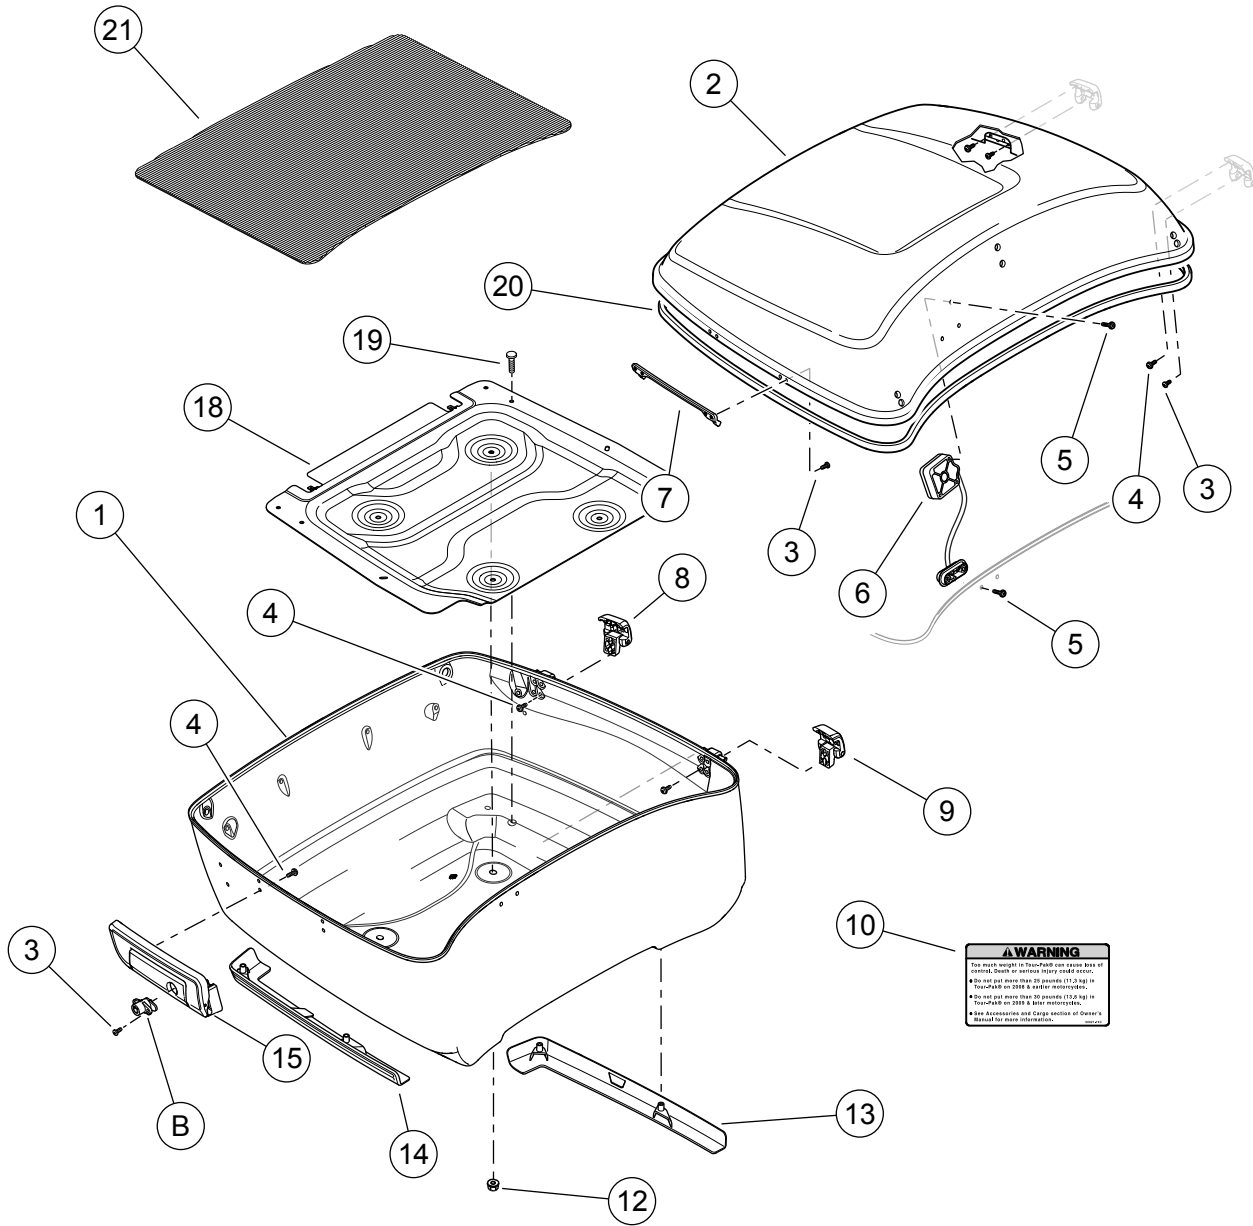

Figure 3. Pièces de rechange : Kit Tour-Pak pour Classic King
Consultez Figure 3 ou Figure 4 et Tableau 1 .
1. Consultez Figure 3 ou Figure 4 . Obtenez le bac peint (1), l'assemblage de verrou (15) et l'ensemble de verrouillage (B) achetés séparément, puis quatre vis à tête cylindrique large de 1/2 po (4) et deux vis à tête cylindrique large de 3/8 po (3). Si vous assemblez un Tour-Pak King Classic, obtenez également la plaque de masse (18), les bandes de garnitures chromées (13, 14) et quatre vis à tête cylindrique larges « hi/low » (19) de 3/4 pouce.
2. Orienter la serrure (B) avec les encoches de clé vers le haut. Installer la serrure sur le verrou à l'aide de deux vis longue à tête cylindrique 3/8 po (3). Serrer.